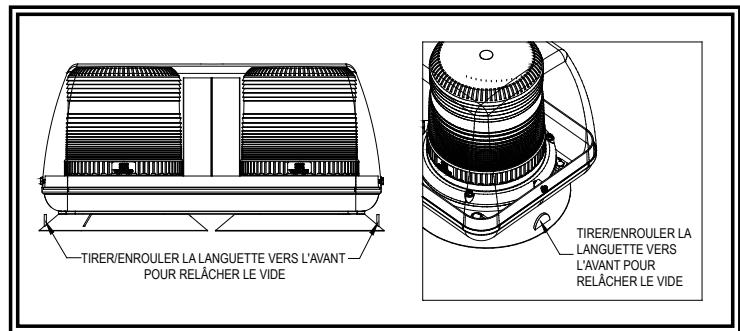

FIGURE 2
L'option de montage à vide magnétique inclut deux (2) ventouses sur le dessous de la mini-barre, avec un aimant dans chacune des ventouses pour un montage temporaire sécurisé. La mini-barre doit être placée au centre du toit, à l'endroit où la courbure est la moins importante. Avant l'installation, assurez-vous qu'il n'y a pas de débris pouvant réduire le pouvoir d'adhésion des ventouses et des aimants sur le dessous de la mini-barre ou sur le toit du véhicule. Évitez de faire glisser la mini-barre lorsque vous l'installez ou que vous la retirez pour éviter de rayer la peinture du véhicule. Après sa mise en place, la mini-barre doit fermement adhérer à la surface. Si l'unité glisse ou se déplace facilement, l'installation n'a pas été effectuée correctement. Pour retirer l'unité du véhicule, soulevez chaque languette pour libérer l'air emprisonné (Voir Figure 2). Afin de préserver l'ensemble coussinet en caoutchouc/aimant, remettez la mini-barre dans sa boîte lorsque vous ne l'utilisez pas. Ne tentez pas de l'installer sur une surface couverte de glace.